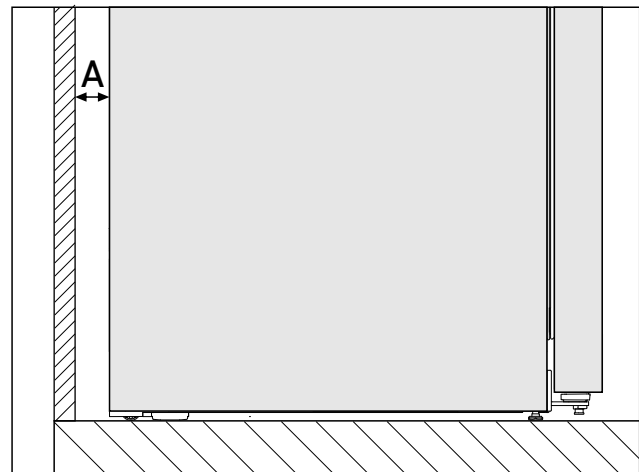

Fig. 3*
Konsumi i energjisë është përcaktuar me një distancë Fig. 3 (A) midis faqes së pasme të pajisjes dhe murit. Kur distanca nga muri është më e vogël se Fig. 3 (A), nuk ka ndikim në funksionalitetin e pajisjes. Në distancën e vogël të murit mund të rritet pak konsumi i energjisë dhe mund të krijohet kondensim në faqen e pasme të pajisjes.*